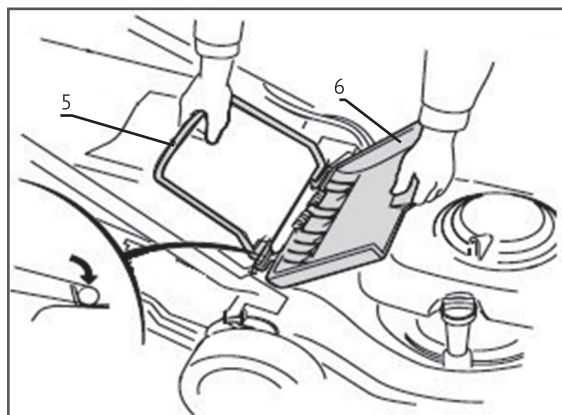

Рис.7
Поднимите заднюю крышку (6) и установите травосборник (5) как показано на Рис. 7.